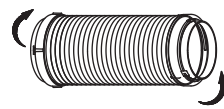
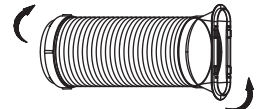

Fig. 12a
Fig. 12b
1. Instalar el adaptador B y el adaptador I sobre la manguera de escape según se muestra en la Fig. 12a o Fig. 12b. Remitirse a las páginas anteriores para la instalación del kit de la ventana.